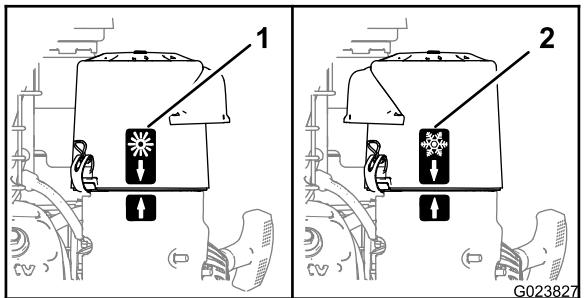

Figure 13
- À **basses températures ambiantes** (air froid et humidité), le flocon de neige situé sur le couvercle du filtre à air doit être à l'extérieur (Figure 13).
- À des températures ambiante normale, le soleil situé sur le couvercle du filtre à air doit être à l'extérieur (Figure 13).